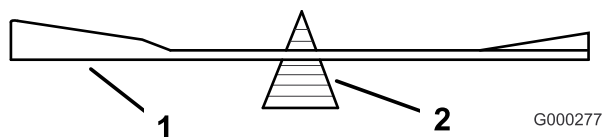
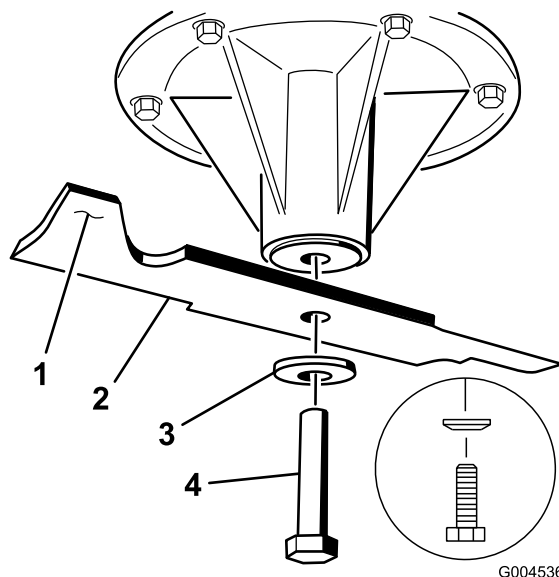

Figura 67
Figura 68
2. Retire del eje el perno de la cuchilla, la arandela de muelle y la cuchilla (Figura 68).
2. Verifique el equilibrio de la cuchilla colocándola sobre un equilibrador de cuchillas (Figura 67). Si la cuchilla se mantiene horizontal, está equilibrada y puede utilizarse. Si la cuchilla no está equilibrada, rebaje algo el metal en la parte de la vela solamente (Figura 68). Repita este procedimiento hasta que la cuchilla esté equilibrada.
1. Instale la cuchilla en el eje (Figura 68).
2. Instale la arandela de muelle y el perno de la cuchilla. El cono de la arandela de muelle debe estar orientado hacia la cabeza del perno (Figura 68). Apriete el perno de la cuchilla a 115–150 Nm.